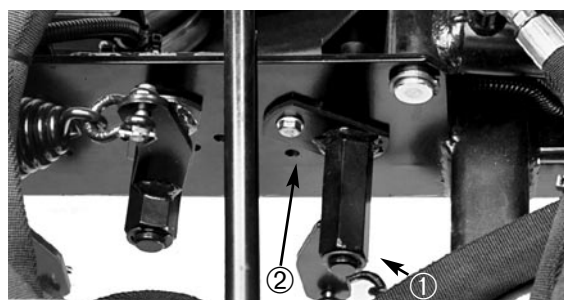

Fig. 20
1. Løsn og fjern skruerne, der fastholder drivakslen på motoren. Løsn skruerne, der fastholder drivakslen på transmissionen (Fig. 20). Afmonter drivakslen. **Vigtigt: Hvis drivakslen ikke afmonteres før bugsering, kan det medføre alvorlig beskadigelse af transmissionen.**